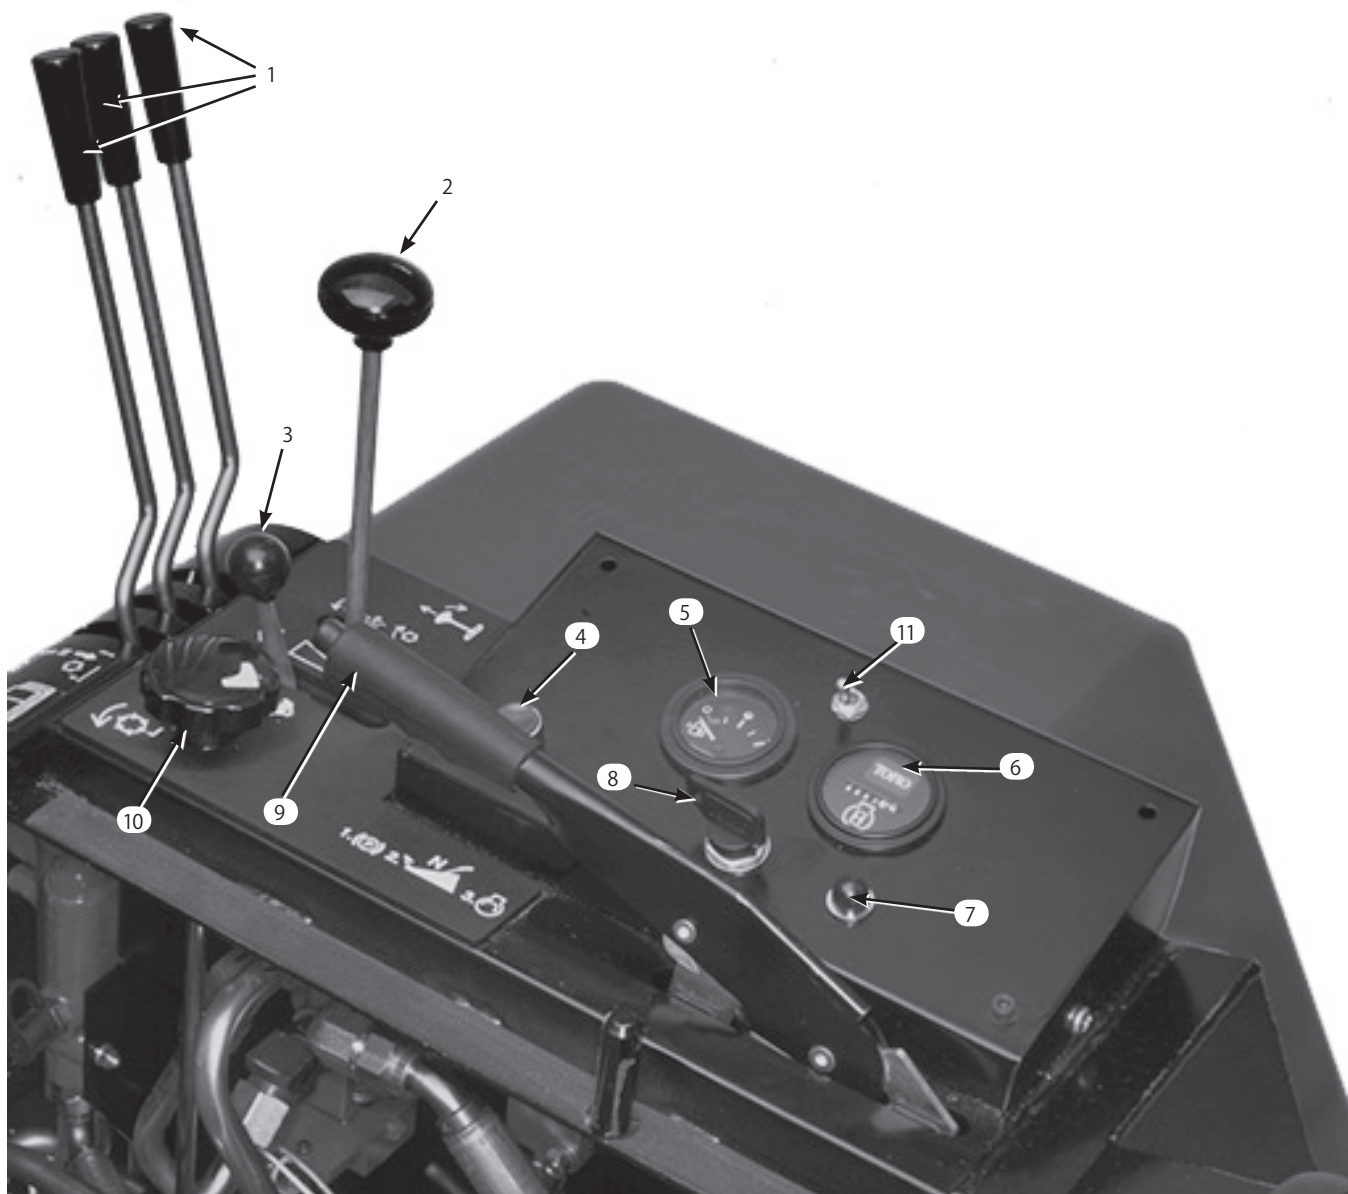

図13
オーバーヒート等で、安全回路がエンジンを強制停止させた場合でも、このボタン (図13) を押すと、エンジンを始動することができます。ごく短時間の使用にとどめてください。
燃料計 (図13) は、タンク内の燃料残量を表示します。
アワーメータ (図13) は、本機の積算運転時間を表示します。
キーをON位置に回すとランプ (図13) が点灯します。グロープラグは10秒間発熱し、ランプが消えれば始動準備OKです。
3ポジションがあります：OFF, ONとSTARTです。始動時にこのキー (図13) をSTARTまで回して手を放します。OFF位置でエンジンは停止します。
このレバー (図13) を引き上げるとブレーキがロックします。解除するには引いてボタンを押しながら下ろします。駐車ブレーキを引いておかないと、エンジンを始動することはできません。運転席を離れる時も必ず駐車ブレーキを引いてください。
このレバー (図13) を前に倒すとカuttingユニットが回転します。中央で回転停止となります。中央位置から後ろに倒して保持するとバックラップとなります。
ノブ (図13) を右に回すとリールの回転速度が速くなり、左に回すと遅くなります。速度リミッタと併用することにより最適のクリップレートを設定することができます。
スロットルコントロール (図13) を前に倒すとエンジン回転が速くなり、後ろに倒すと遅くなります。
スイッチ (図13) を前位置にすると4駆になります。スイッチを後位置にすると2駆となります。(4駆モデルのみ)
1. 着席し、走行ペダルから足を離す。駐車ブレーキが掛かっていることを確認する(図13)。走行ペダルと芝刈り/バックラップレバーがニュートラル位置にあることを確認する。
2. 着席し、駐車ブレーキ（図13）が掛かっていることを確認する。芝刈り/バックラップレバー（図13）を「芝刈り」及び「バックラップ」位置でそれぞれエンジンを始動させてみる。クランキングしなければ正常だが、クランキングするのは不良であるから直ちに修理する。クランキングしなければカッティングユニット駆動スイッチは正常に機能している。
作業中に警告灯が点灯したら、直ちに機械を停止し、原因を確認してください。異常を放置したまま作業を続けると本機に重大な損傷を招く可能性があります。但し、エンジンがオーバーヒートした時に、オーバーライドボタン (図13) を押してエンジンを再稼働させ、退避場所までごく短時間だけ運転するのは構いません。